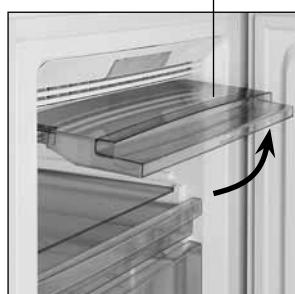

Figura 6
3.2 Pentru a încărca produsele pe raftul de sticlă de sus ridicăți portița până la fixarea ei în poziție orizontală cum vedeti în figura 6.